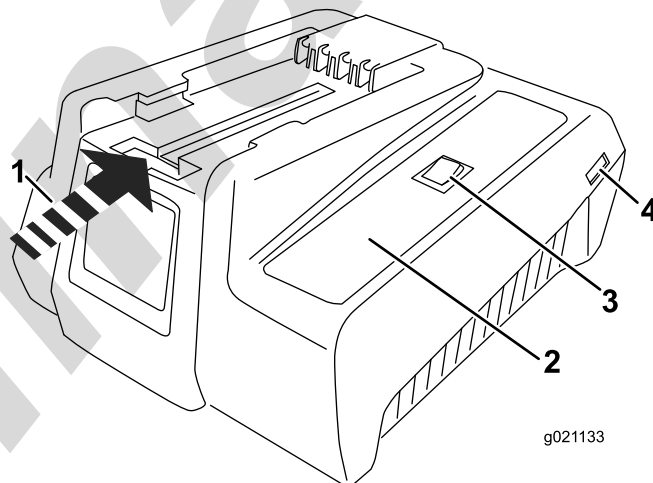
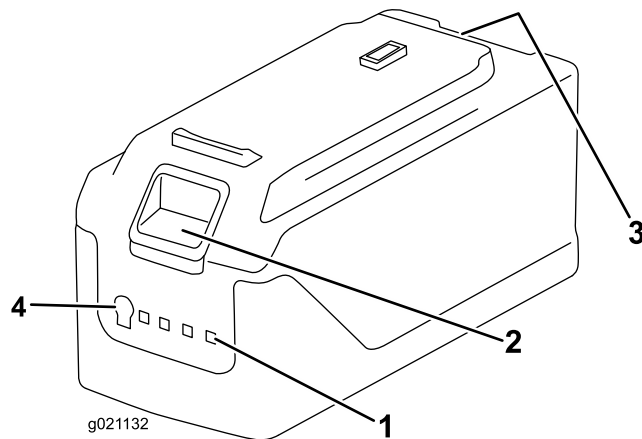

Figura 10
Figura 11
1. Si el cable de alimentación no está enchufado en el cargador, enchúfelo en el cargador (Figura 10) y enchufe el cable de alimentación eléctrica en una toma de corriente.
2. Ponga la batería boca abajo y alinee el terminal de la batería con la ranura del cargador (Figura 10 y Figura 11).